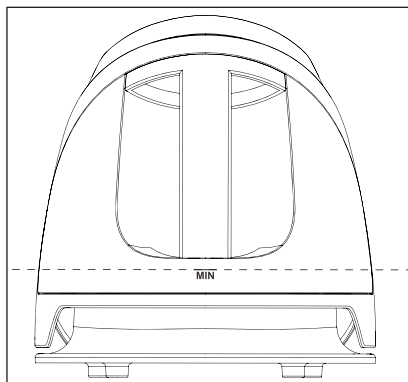

Fig. 1
- Non appena il livello del serbatoio dell'acqua ❷ scende al di sotto del segno **MIN** (vedere fig. 1), non viene più pompata acqua nella camera del vapore e l'erogazione di vapore si arresta.